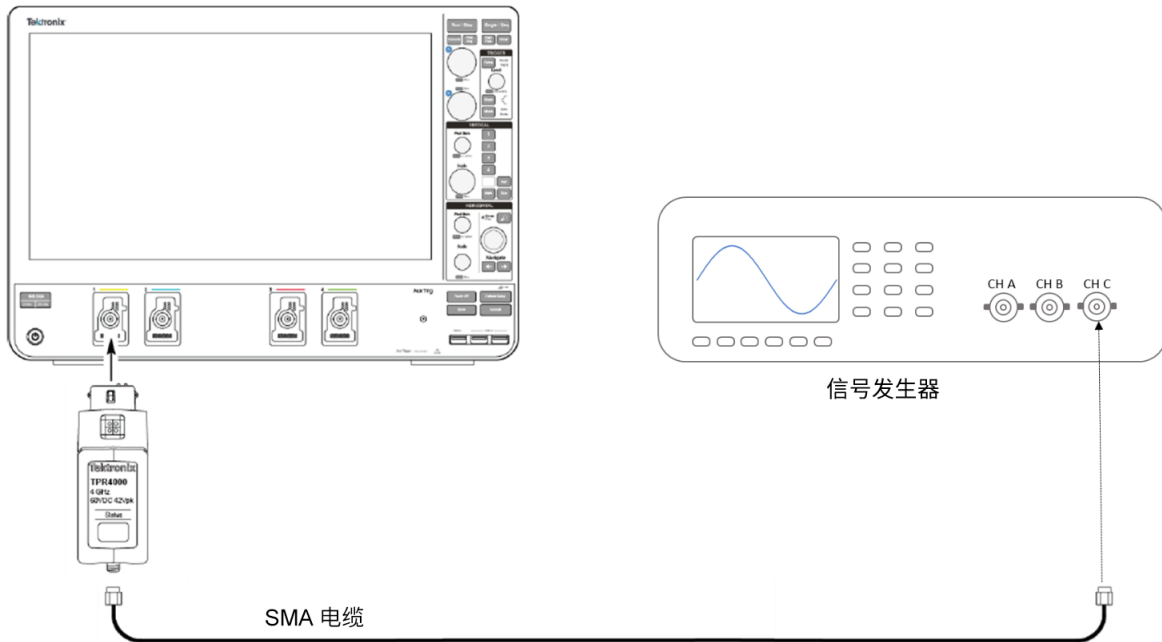

图 1: 功能检查连接图
1. 将探头连接到示波器和函数发生器，详见连接图。（见图1）